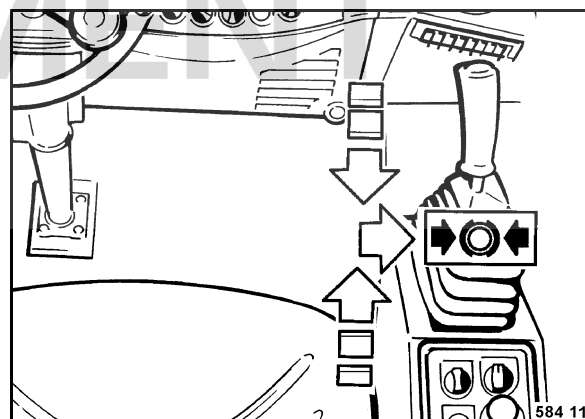

Fig. 45
- Vérifier si le levier de commande de la marche (Fig. 45) est encranté vers la droite sur position de freinage.